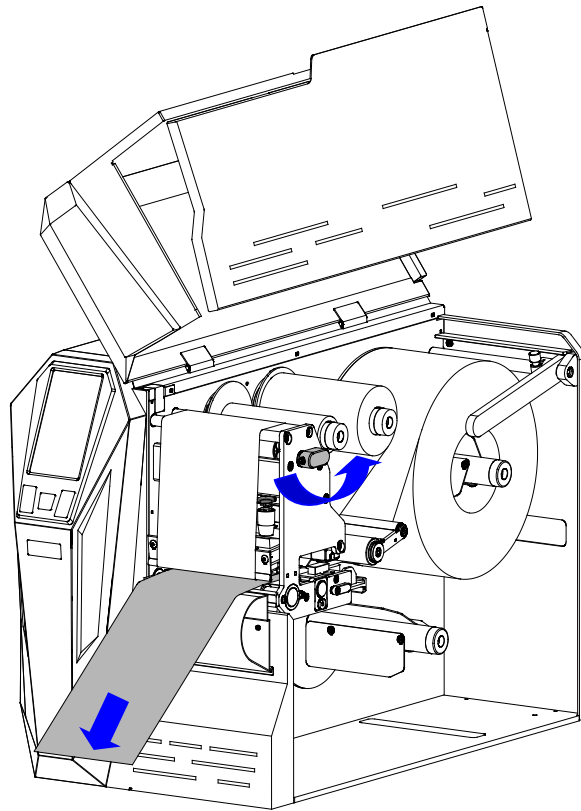

图 2-35 打印标签
7. 沿 OPEN 方向转动手柄，抬起打印头，拉出约 400mm 标签，如图 2-35 所示。